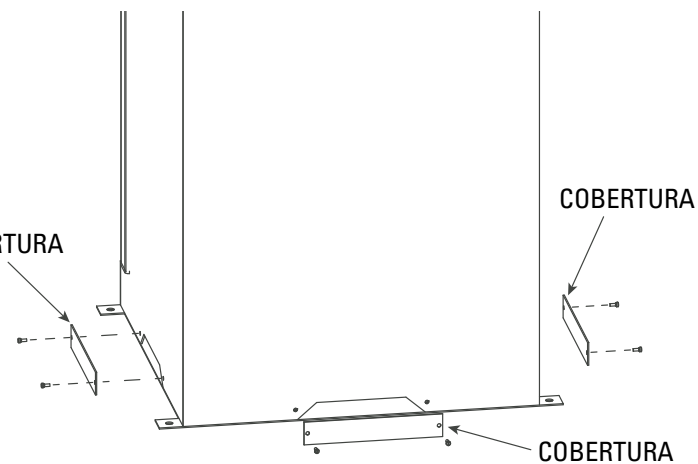

Fig. 3
Coloque o gabinete de controle em um local aproximado (não fixe), Fig. 3. Realocar o gabinete de controle mais longe do que a distância padrão exigirá que o instalador forneça mangueiras hidráulicas adequadas. Coberturas adicionais da mangueira também serão necessárias se a instalação do gabinete de controle ocorrer a uma distância maior do que as distâncias padrão de configurações de montagem em superfície. Mangueiras hidráulicas devem ser 6,35 mm
Coloque as plataformas e o gabinete de controle, como mostrado na Fig. 3 para montagem de superfície ou aplicações de montagem de fluxo.
O gabinete de controle deve estar localizado na extremidade oposta da aproximação do veículo, como mostrado na Fig. 3. O operador deve estar em uma posição para notar qualquer desalinhamento dos calços de levantamento ou do veículo durante a operação. A Rotary Lift não recomenda a colocação do gabinete de controle em uma orientação de localização diferente e fazer isso seria de responsabilidade do instalador e/ou usuário final.
1. O gabinete de controle inclui três coberturas removíveis para roteamento hidráulico e da linha de ar, Fig. 3
2. Conduza a linha de ar do elevador ao painel do gabinete de controle conforme desejar. Consulte a Fig. 3, 3a e 3b.